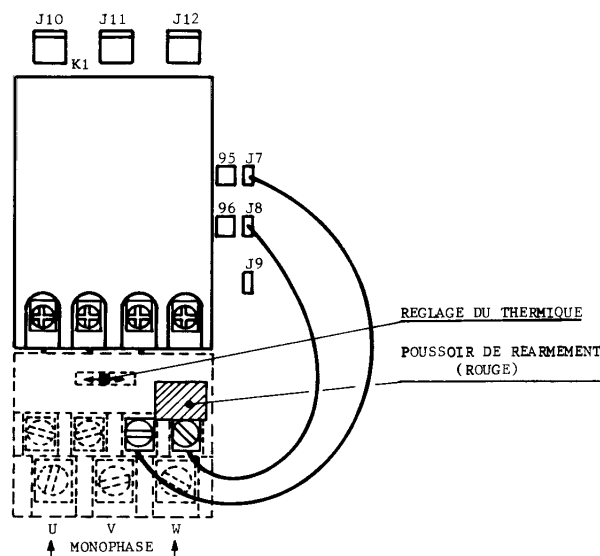

fig. 4
- Fixer le relais thermique sur le contacteur de puissance (fig. 4 et 5).
- Raccorder les fils repérés 95 et 96 sur le relais conformément aux schémas ci-dessous (fig. 4 et 5).
EN TRIPHASE (fig. 4).